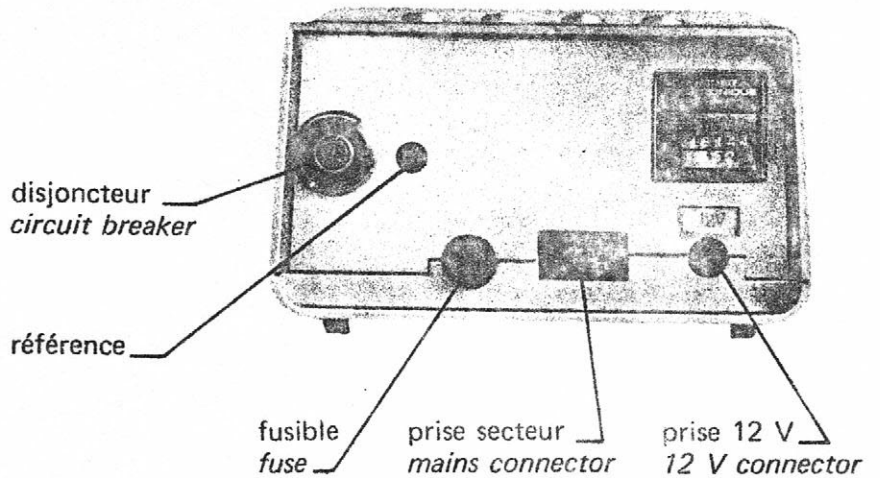

Figure 1
Le synoptique de la fig. 1 permet de suivre le fonctionnement de ce convertisseur, composé essentiellement :
- le diagramme temporel de la fig. 1 nous montre que le temps séparant ces deux impulsions est proportionnel à V_x ; et c'est durant ce temps que les impulsions délivrées par l'horloge seront comptées par le bloc compteur.
La figure 1 donne l'emplacement et la fonction des divers organes de commande de l'appareil.